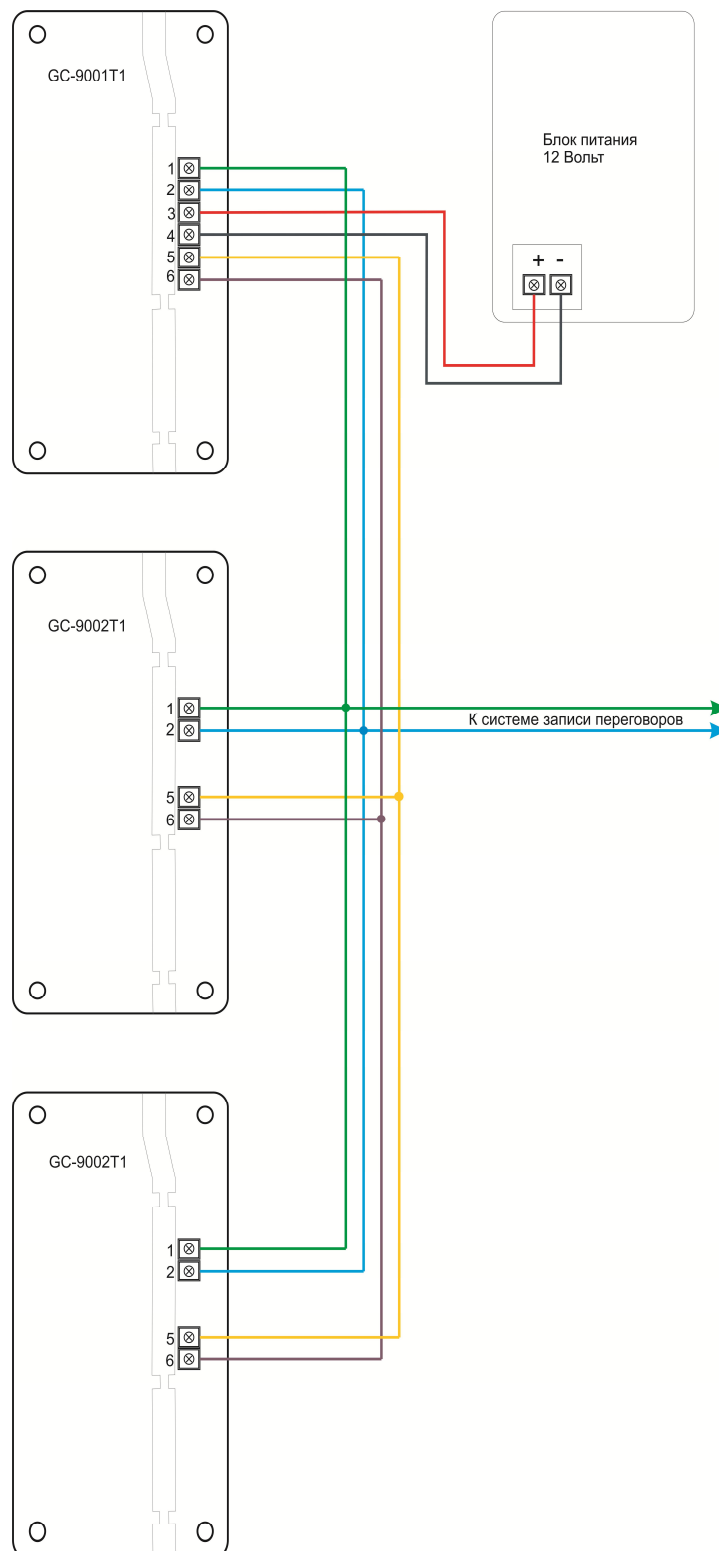

Рисунок 3. Схема соединения трубок
- Подсоединить провода к трубкам и блоку питания, а также к системе записи переговоров (при наличии) (см. рис.3 и таблицу 1).